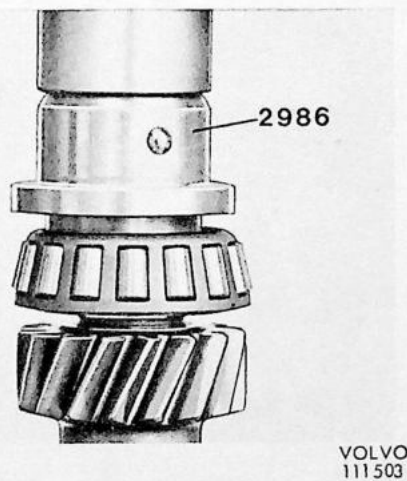

Fig. 5 Montage binnenring achterste lager.
2. Pers de binnenring van het achterste lager op het torentandwiel met stempel 999 2986 (fig. 5). Plaats het torentandwiel beneden in het versnellingsbakhuis.